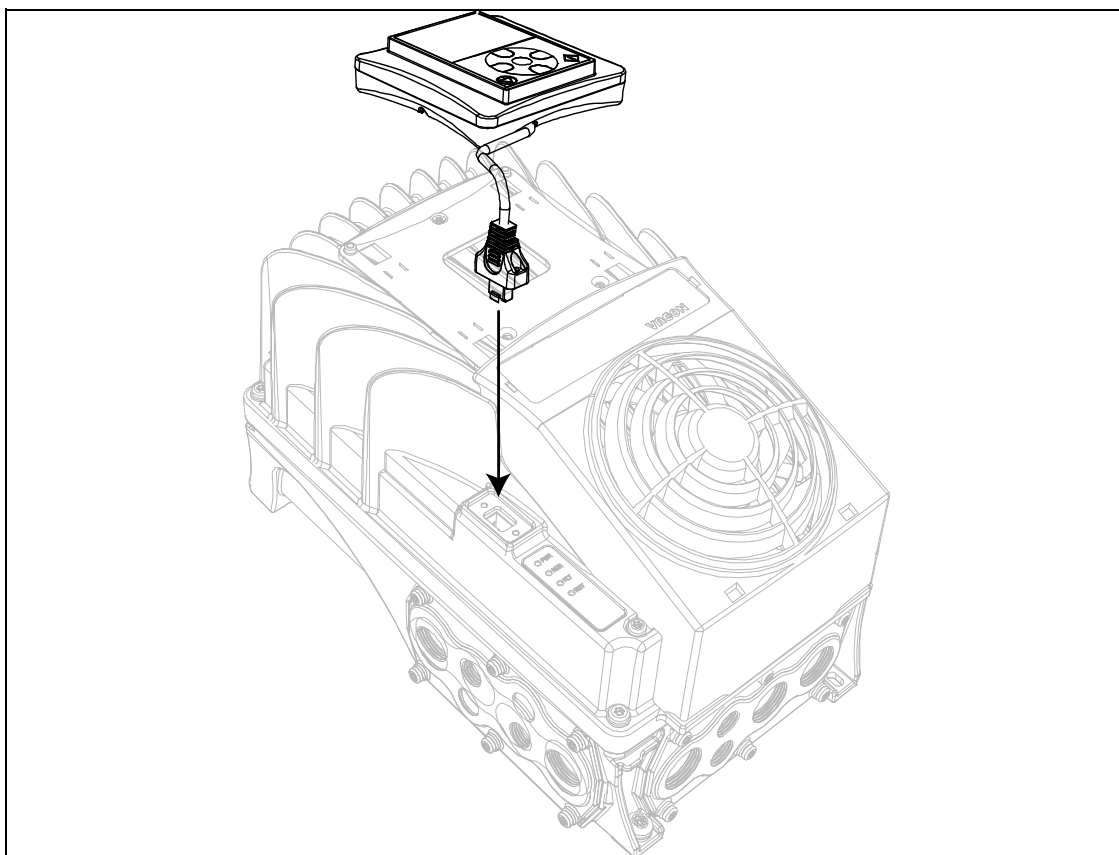

Figure 55. Montage du panneau opérateur.
- Raccorder le panneau opérateur au convertisseur de fréquence et brancher le câble sur le connecteur IHM comme illustré dans la Figure 55 et dans la Figure 56.